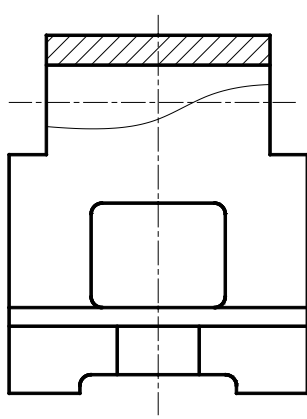

图3-11 转换图层
- 04 将所有选中的图形转移到“中心线”图层，如图3-11所示，这些图形自动继承“中心线”图层的线型、线宽等相关特性。从而快速完成图形的修改。